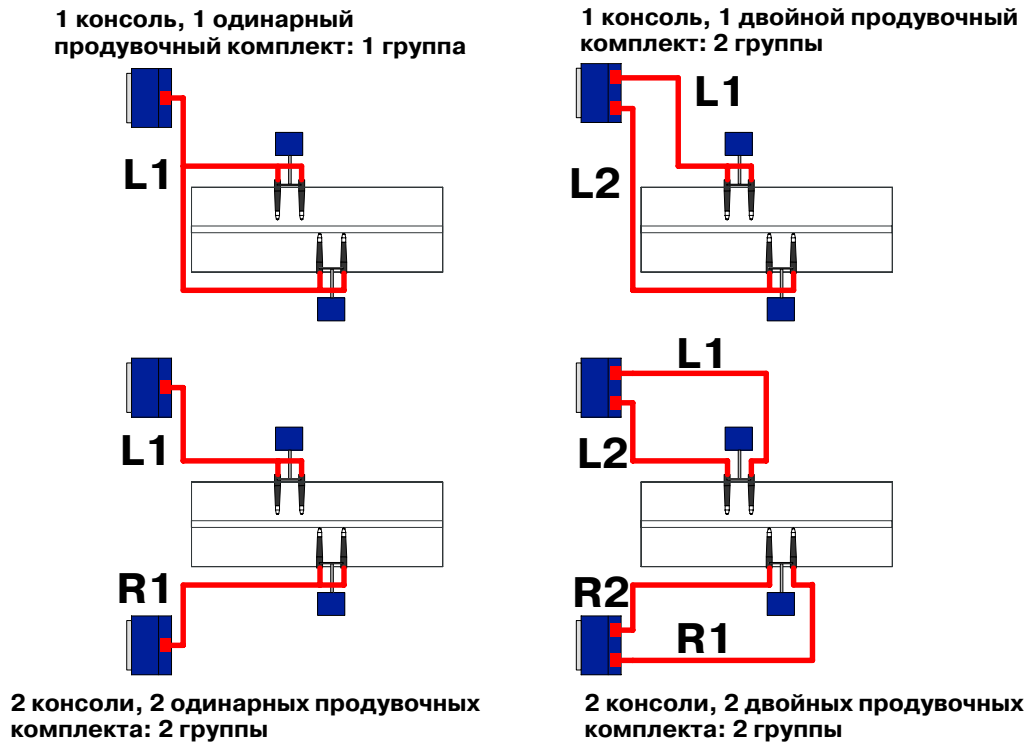

Рис. 3-33 Возможные группы продувки форсунок Versa-Spray
5. Установить необходимое **число групп**: 1, 2 или 4. Оно зависит от количества и типа продувочных комплектов, установленных в консолях iControl. См. рис. 3-33.
6. См. рис. 3-33. Назначить **распылители группам**, касаясь поля группы распылителя. Касаясь поля назначения групп, поставить или снять флажок.
Назначения групп зависят от числа групп, заданных в пункте 5, и от физического расположения распылителей. См. возможные варианты в следующей таблице и на рис. 3-33.